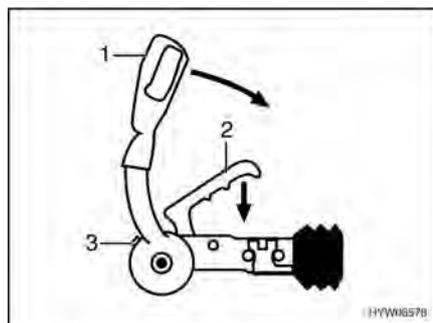

Fig. 4 Accouplement de sécurité AKS 3004
- Soulever complètement le levier de stabilisation (Fig. 4,1).
- Tirer la poignée d'attelage (Fig. 4,2) vers le haut.
- Effectuer un contrôle visuel : Le cylindre vert de l'indicateur de sécurité (Fig. 4,3) doit être allumé.
- Activer l'installation du dispositif de stabilisation. Appuyer le levier de stabilisation (Fig. 4,1) jusqu'à la butée vers le bas.